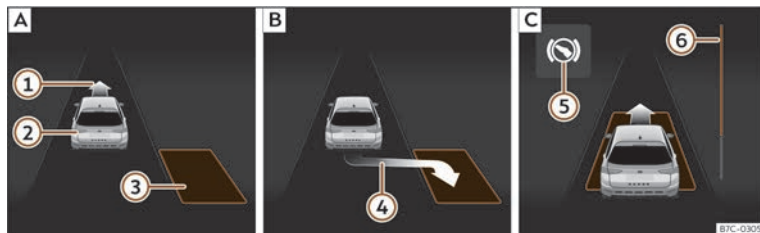
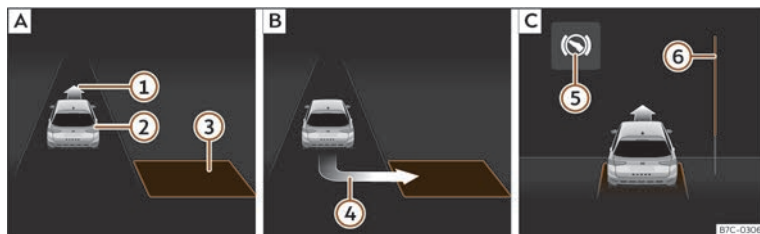

**Fig. 176** Sur l'écran du combiné d'instruments : stationner en créneau. **[A]** Chercher une place de stationnement. **[B]** Position de stationnement. **[C]** Manœuvrer.
**Fig. 177** Sur l'écran du combiné d'instruments : stationner en bataille. **[A]** Chercher une place de stationnement. **[B]** Position de stationnement. **[C]** Manœuvrer.
- Regardez sur l'affichage de l'écran du combiné d'instruments si la place « appropriée » a été détectée et si la position correcte pour stationner»» fig. 176 [B] ou»» fig. 177 [B] a été atteinte. La place sera considérée comme « appropriée » si l'indication de stationnement (4) apparaît à l'écran du combiné d'instruments.
»» fig. 176 [C] ou»» fig. 177 [C] apparaisse à l'écran du combiné d'instruments ; **OU** : reculez jusqu'à ce que le message **Park Assist terminé** apparaisse à l'écran du combiné d'instruments. La barre de progression (6) indique la distance à parcourir»» page 284.
- Reculez jusqu'à ce que retentisse le signal continu du ParkPilot ; **OU** : avancez jusqu'à ce que l'indication de passer en marche arrière apparaisse sur l'écran du combiné d'instruments. Le système de stationnement assisté dirige le véhicule en marche avant et en marche arrière jusqu'à ce qu'il soit centré sur la place»» fig. 176 [C] ou»» fig. 177 [C].
»» fig. 176 (6) et»» fig. 177 (6) affiche symboliquement la distance relative qu'il reste à parcourir à l'écran du combiné d'instruments. Plus la distance est grande, plus la barre de progression est remplie. En circulant en marche avant, le contenu de la barre de progression diminue vers le haut, et en circulant en marche arrière, il diminue vers le bas.